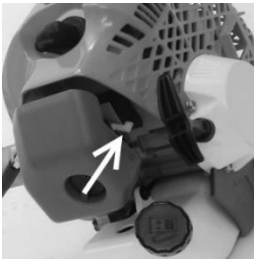

Рисунок 11
4.1.7 Встановіть важіль повітряної засувки у середнє положення (рис.11).